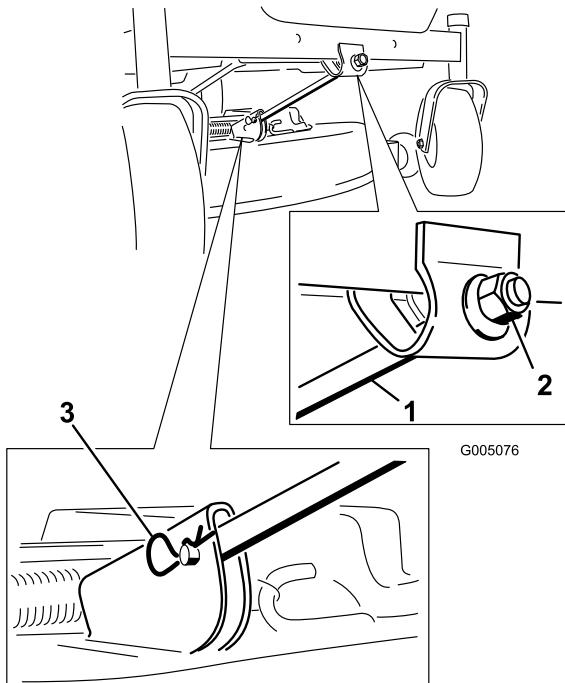

Figura 44
4. Retire el pasador y la chaveta de la varilla de soporte delantera (Figura 44). Baje cuidadosamente la parte delantera de la plataforma del cortacésped al suelo.
- Conecte la varilla de soporte delantera a la plataforma del cortacésped con el pasador y la chaveta (Figura 44).